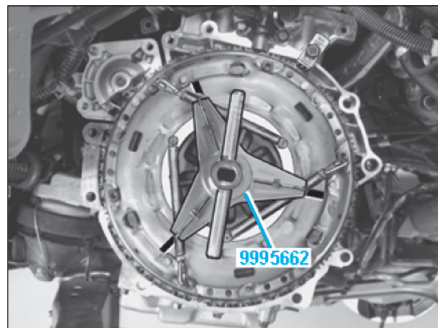

FIG. 5
• Poser les outils [2], et [3] sur l'embrayage (Fig.5).